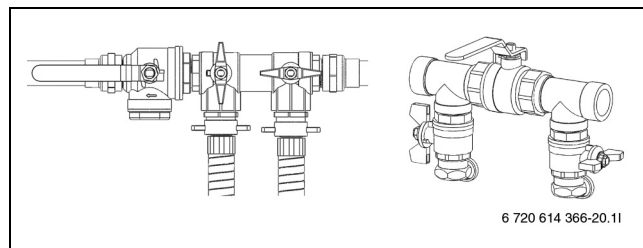

Bild 27 Befülleinrichtungen in Druckerhöhungsposition
- Nach erfolgter Entlüftung Kreis unter Druck setzen. Ventile der Befülleinrichtung auf Druckerhöhungsposition stellen und Kreis mit 2,5 bis 3 bar unter Druck setzen (→ Bild 27).